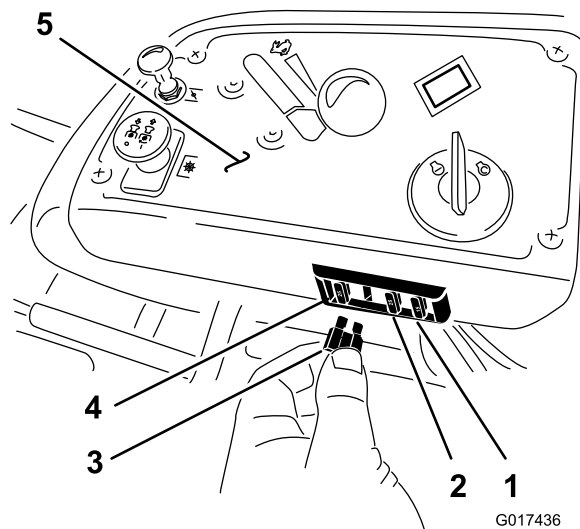

図 53
ヒューズは運転席右側のコンソールの中にある 図 53。
2. 新しいヒューズを取り付ける 図 53。